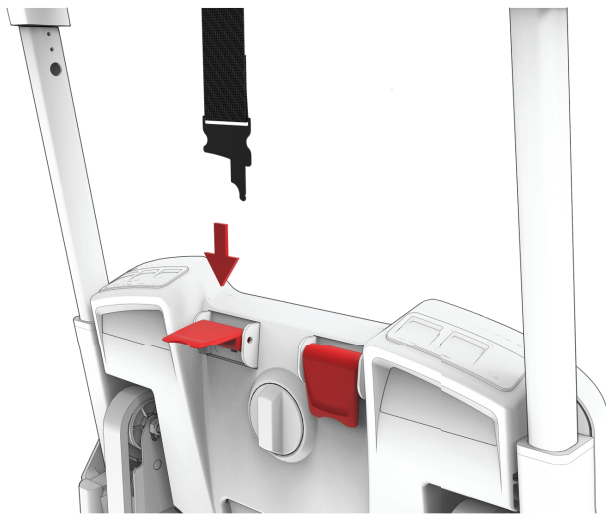
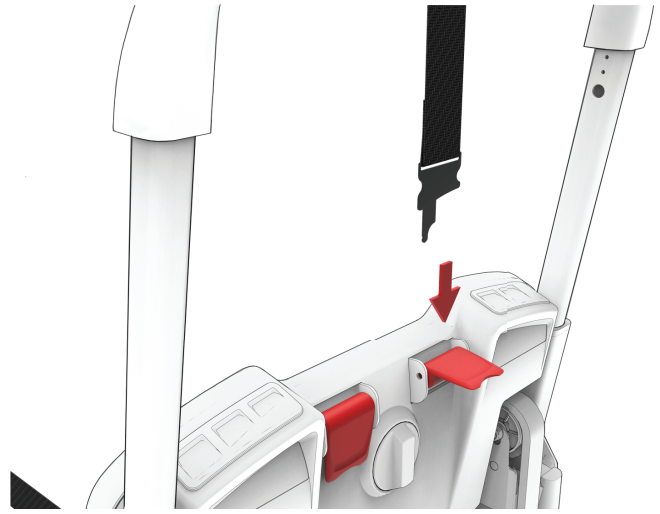

図 23 – 肩用ストラップ、患者左
図 24 – 肩用ストラップ、患者右
- 患者右肩のストラップをチェアの背面に沿って、グラブバーの下側で巻き付けます ( 図 23 および 図 24 )。患者右側 PCSカムを持ち上げ、肩クリップをPCSカムに挿入して通過させます。